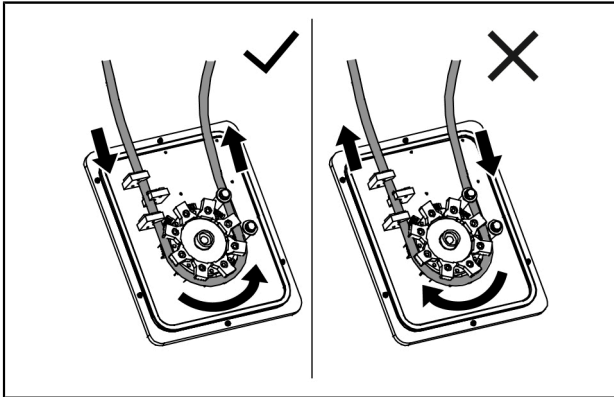

Abb. 4: Korrekte Drehrichtung Skimmereinheit
- Korrekte Drehrichtung der Skimmereinheit kontrollieren, entgegen des Uhrzeigersinns bei Draufsicht (siehe "Abb. 4: Korrekte Drehrichtung Skimmereinheit", Seite 19).